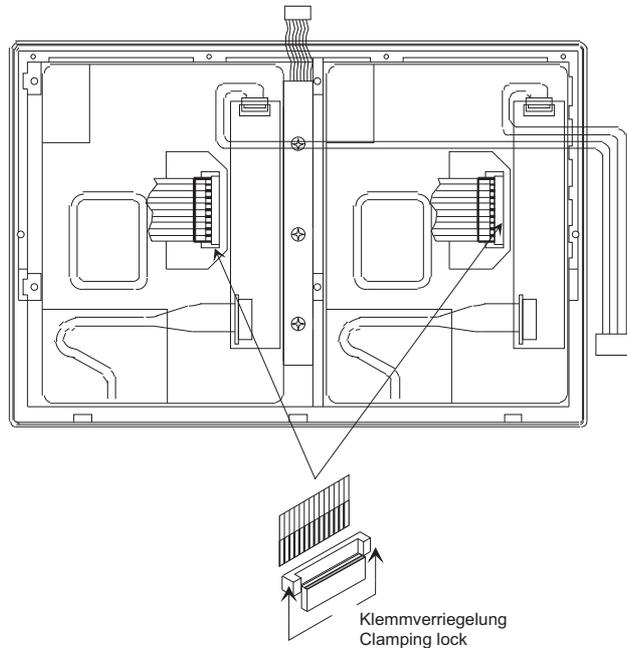

Bild D 8-20 : Befestigen der Flachbandkabel am Display
13. Stecken Sie die flexiblen Flachbandkabel am Display auf. Achten Sie darauf die Flachbandkabel nicht durch Verkanten zu beschädigen (Bild D 8-20).